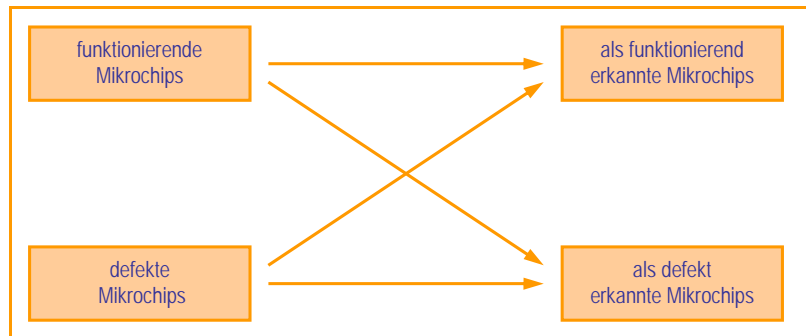

Abbildung 8 Ergebnis des Tests
- 1) Gebt die Wahrscheinlichkeit für jeden der vier Übergänge an, die in Abbildung 8 durch die Pfeile symbolisiert sind.